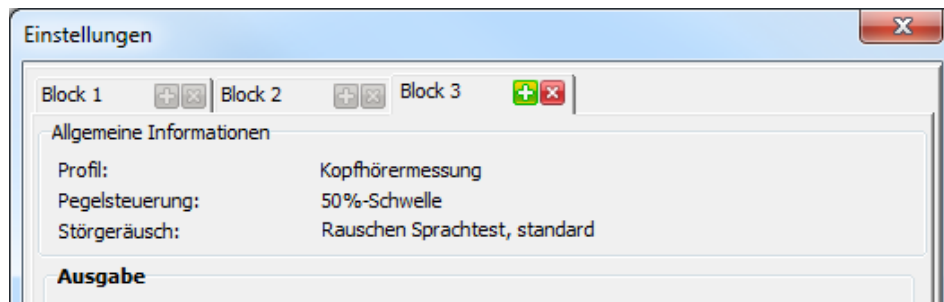

Abbildung 15: Messung mit mehreren Testlisten (Ausschnitt)
**+** Durch Anklicken der grünen Schaltfläche fügen Sie weitere Testlisten zur Messung hinzu. Dabei werden alle Einstellungen des momentan ausgewählten Blocks (Testliste) übernommen, lediglich eine neue Testliste wird vorausgewählt. Für jede neue Testliste erscheint ein weiterer Reiter oben im Dialog („Block 1“, „Block 2“ usw., siehe Abbildung 15). Sie können die Einstellungen jedes Blocks wie oben beschrieben ändern.